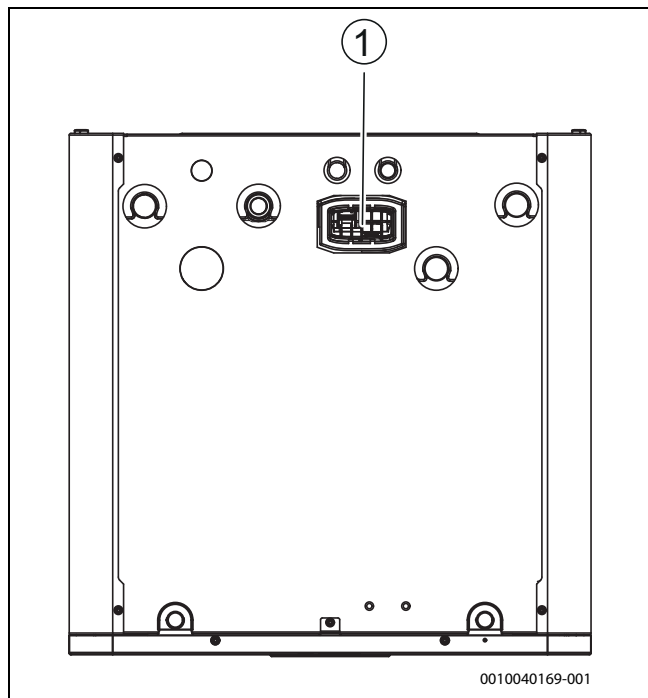

Bild 21 Connect-Key platzieren
- Modul in den Halter einsetzen (→[1], Abbildung 21). Wenn das Modul richtig eingesetzt wurde, blinkt eine LED.